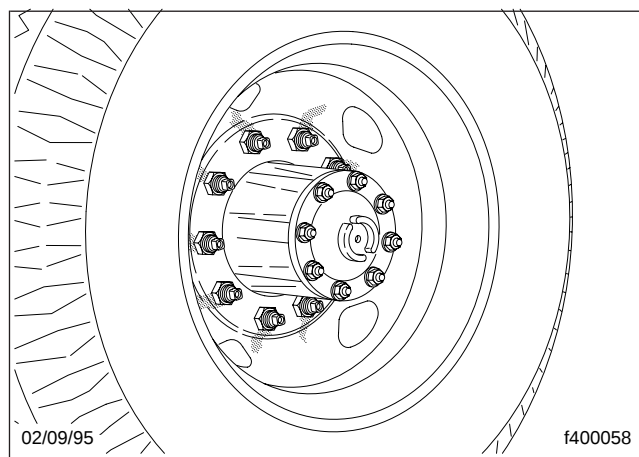
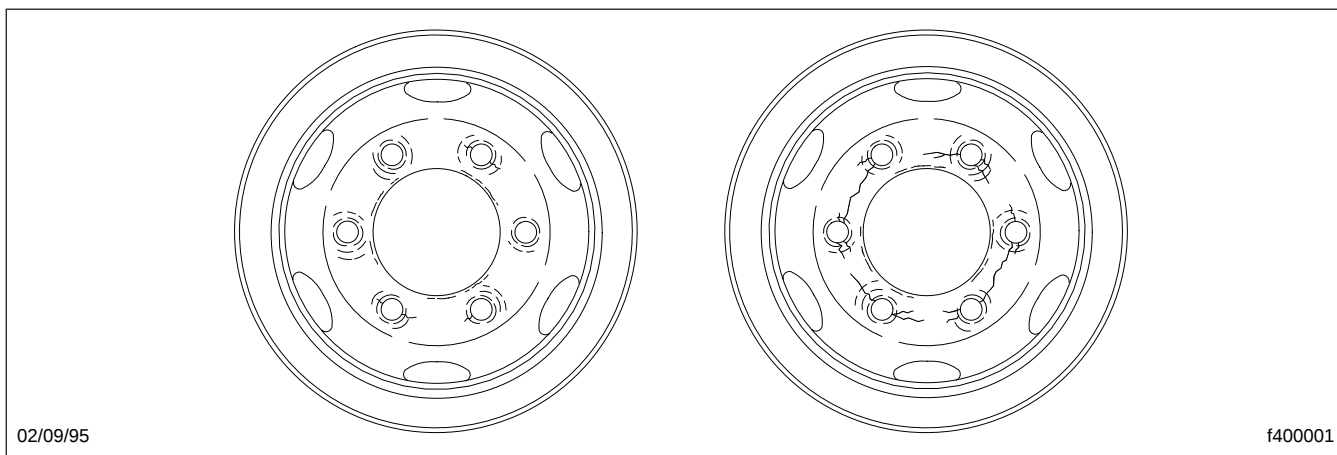

Figura 11.5, Vetas de suciedad y de óxido en los orificios de los pernos prisioneros
Figura 11.6, Orificios de los pernos prisioneros desgastados
21.1 Elimine toda la suciedad y material extraño del ensamble. Las tuercas de rueda flojas pueden dar por resultado vetas de suciedad o de óxido en los orificios de los pernos prisioneros, acumulación de metal alrededor de los orificios de los pernos prisioneros u orificios ovalados o desgastados de los pernos prisioneros. Vea la **Figura 11.5** y la **Figura 11.6**.